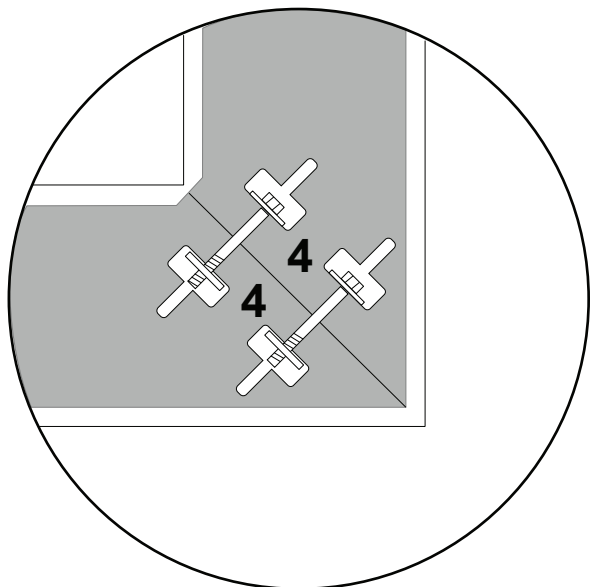

Figure 1
- ❶ Déballez le contenu et examinez la qualité de toutes les pièces.
- ❷ Assemblez le cadre comme dans l'illustration des images assemblées. Faites correspondre les segments selon la valeur numérique estampée à l'arrière de chaque pièce. Installez et serrez ensuite la quincaillerie du joint au moyen de la clé fournie comme dans l'illustration (Figure 1 and Figure 2).